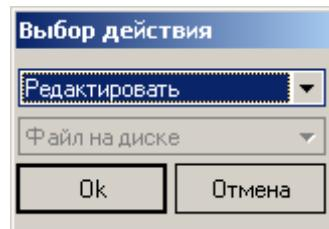
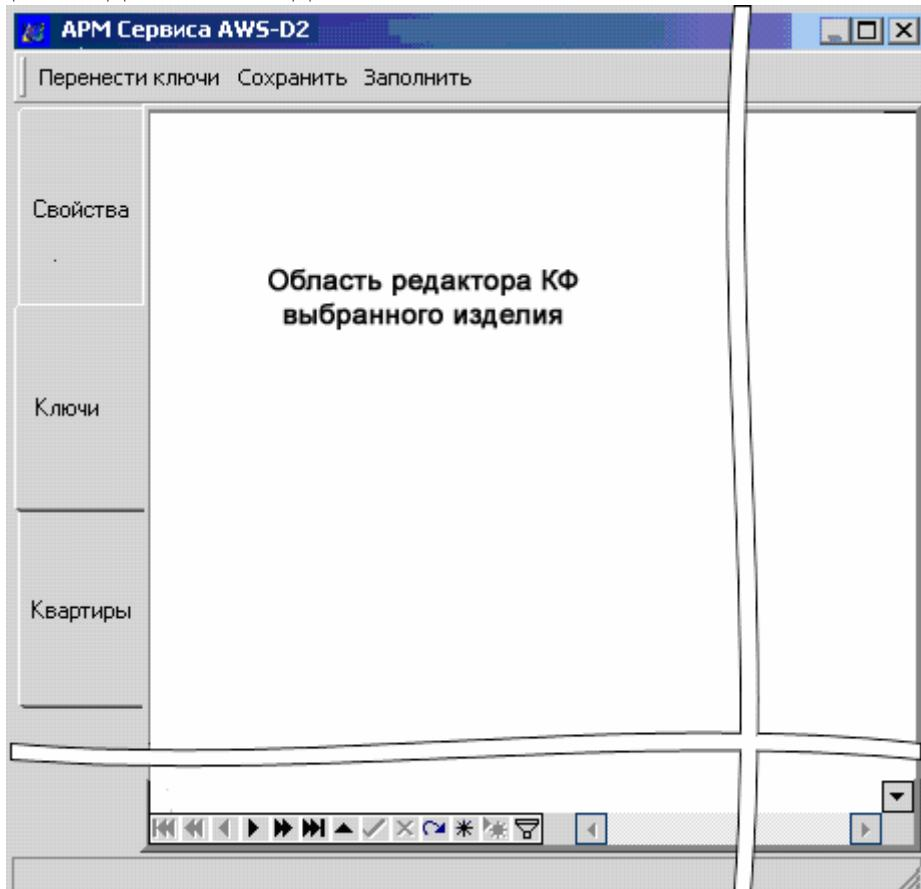
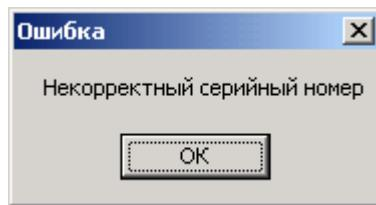

Рис.38: Окно «выбор действия» над КФ.
Рис.44 Общий вид окна редактирования параметров всех моделей.
Рис.57
Далее нужно кликнуть левой кнопкой мыши область «...» и на экране появиться диалоговое окно рис. 38.
1. Для редактирования КФ выбирать в верхнем выпадающем списке «Редактировать» и нажать «Ок» *(рис.38);
Необходимо открыть таблицу «База изделий», выделить из неё нужную запись, открыть окно редактирования КФ (рис.38) и выбирать в нем вкладку «редактировать». В зависимости от модели выделенной записи, вид открывающегося окна «Редактирование параметров...» может быть разным (см. описание работы с КФ для конкретной модели). На рис.44 представлен общий вид окна для всех моделей АРМа.
Для переноса ключей из одного КФ в другой, например, для создания резервной копии ключей или при переносе ключей из одной модели в другую, необходимо открыть окно редактирования параметров для устройства, с которого необходимо перенести ключи, нажать кнопку «Перенести ключи» (рис.44) и выполнить команду «Копировать». После этого на экране появиться окно:
Нажмите на кнопку «OK». Далее нужно закрыть текущее окно редактирования параметров, и открыть окно редактирования параметров для устройства, в которое необходимо перенести ключи. В окне редактирования нужно нажать кнопку «Перенести ключи» (рис.44) и выполнить команду «Вставить».
По окончании редактирования выбираем пункт меню «Сохранить» (рис.44). После получения этой команды АРМ проверяет на корректность введенные коды ключей и сохраняет их. Если при проверке выявлены ошибки – выделяется ошибочная запись и во всплывающем окне выдается тип ошибки. При выполнении команды «Вставить», ключи добавляются к уже имеющимся ключам в КФ.
4. Кликнуть левой кнопкой мыши в любом месте поля «КФ» редактируемой записи. Затем кликнуть левой кнопкой мыши область «...». На экране появится окно «Выбор действия». Установить в нём команду «Редактировать» (рис.38), в котором выбрать «OK». На экране появится окно, представленное на рис.57. Нажать кнопку «OK».